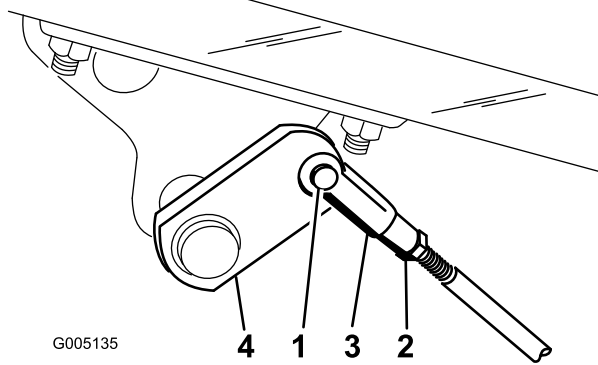

図 58
2. ブレーキが片効きであれば、コッターピンとクレビスピンを外して、ブレーキロッドを外す（図 58）。
3. ジャムナットをゆるめ、クレビスを調整する（図 58）。
4. クレビスをシャフトに取り付ける（図 58）。